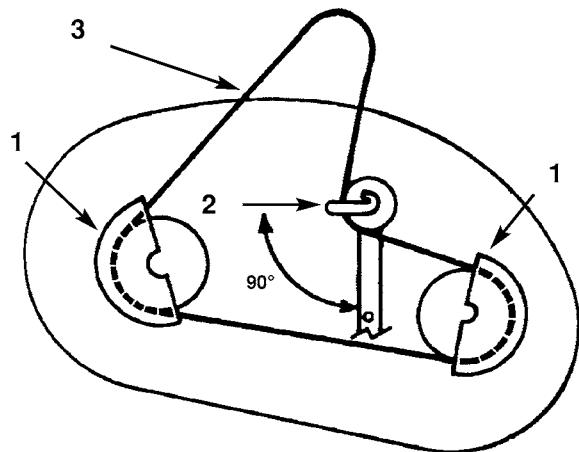

Bild 48
2. Die Befestigungsschraube der Laufscheiben-abdeckung und -abdeckungen von beiden Messerbalkenlaufscheiben entfernen (Bild 48).
3. Schraube und Mutter, mit denen die Mitläuferscheibe und Riemenführungen abgesichert werden, lockern, aber nicht entfernen (Bild 48).
2. Die Mitläuferscheiben-Riemenführung so stellen, daß sie nach links gerichtet ist, d.h. 90° zum Mitläuferscheibenarm (Bild 48). Die Befestigungsschraube und Kontermutter, mit denen die Mitläuferscheibe und Riemenführung abgesichert werden, festziehen.
3. Die linken und rechten Laufscheibenabdeckungen mit den Befestigungsschrauben montieren (Bild 48).